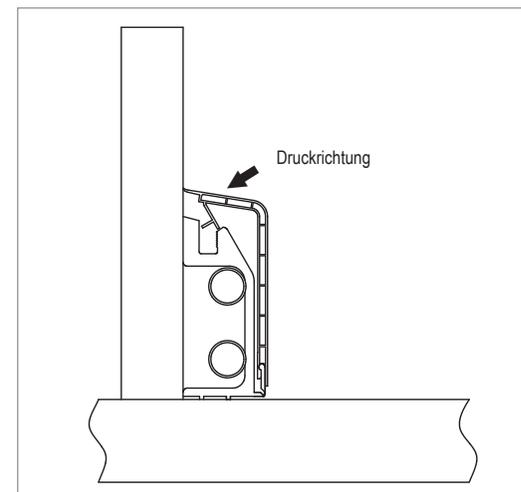
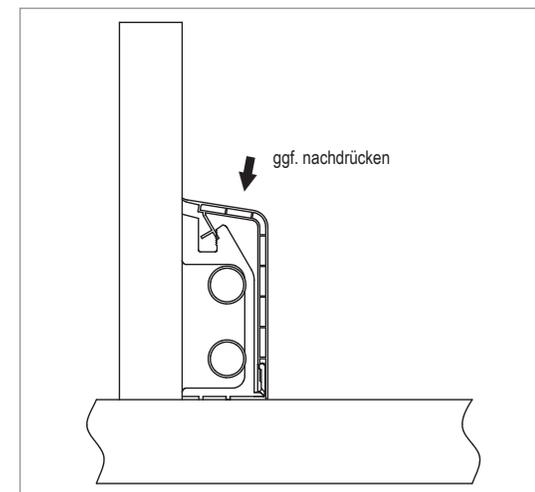

Abb. 22
Abb. 23
- Profil nach oben schwenken und schräg nach unten gegen die Wand drücken (Abb. 22). Starke Wandunebenheiten kann die Dichtlippe durch Nachrasten der Leiste (starker vertikaler Druck) in der Befestigungsschelle ausgleichen (Abb. 23). Für normale Installationen ist eine Rastung im oberen Bereich ausreichend!